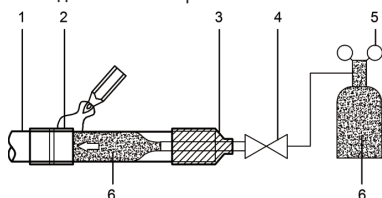

Рис. 6.4
- Если во время сварки труба заполнена азотом, необходимо снизить давление азота до 0,02 МПа с помощью клапана стравливания давления. См. рис. 6.4